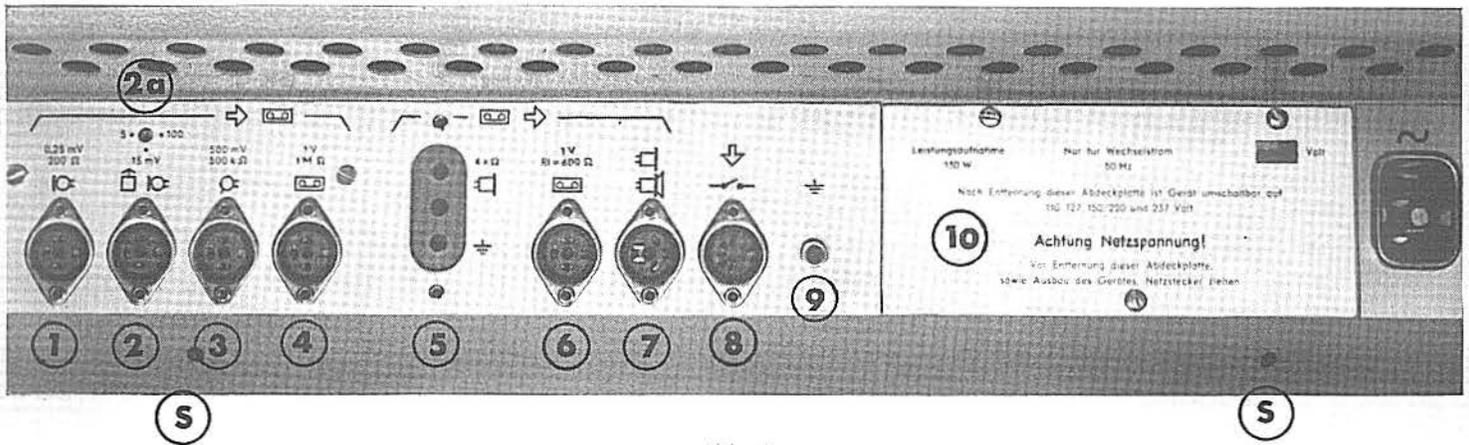

Abb. 4
An der Rückseite des Gerätes sind sämtliche Ein- und Ausgänge auf einem Anschlußfeld (Abb. 4) zusammengefaßt. Sie sind von links nach rechts wie folgt angeordnet:
- Pos. 6 Wiedergabeausgang: Wiedergabespannung ca. 1,2 Volt bei voll ausgesteuerten Bändern. Ausgangswiderstand 600 Ω. Anschluß für Geräte mit einem Eingangswiderstand  $\geq 5 \text{ k}\Omega$ . Dieser Ausgang ist nicht wie der Tonleitungsausgang (Abb. 4, Pos. 2) bei Aufnahme abgetrennt, sondern in allen Betriebsstellungen angeschlossen. Damit hat man die Möglichkeit während der Aufnahme über Band abzuhören oder Bänder zu cuttern, indem man das Band langsam am Hörkopf vorbeibewegt, um die Schnittstelle zu ermitteln.
Auf der Abwickelseite steuert das Tonband über den Fühlhebel (Abb. 2, Pos. 4) die Bremse der Feinfühlautomatik. Dadurch erzielt man auf der ganzen Bandlänge einen gleichmäßigen, vom Wickeldurchmesser unabhängigen Bandzug. Der Kontakt w 3 verbindet den Wiedergabeausgang mit dem Anschluß 3 der Rundfunkbuchse (Abb. 4, Pos. 2).
Es ist allgemein üblich, die Aufnahmetaste durch eine besondere Verriegelung zu sperren, um zu verhindern, daß gute Tonbandaufnahmen versehentlich gelöscht werden. Im M 24 dient die Wiedergabetaste zusätzlich als Sperrtaste, d. h. daß man die Aufnahmetaste nur betätigen kann, wenn gleichzeitig die Wiedergabetaste heruntergedrückt wird. Das hat den Vorteil, daß alle Laufwerkfunktionen, die ja bei Aufnahme und Wiedergabe gleich sind, nur durch die Wiedergabetaste geschaltet zu werden brauchen. Die Aufnahmetaste schließt zusätzlich den Anodenstromkreis des HF-Oszillators über den Kontakt a 3 und den Sprechkopf-Stromkreis über Kontakt a 2. Ferner trennt der Kontakt a 1 die Wiedergabeleitung von der Rundfunkbuchse (Abb. 4, Pos. 2) ab. Von Aufnahme auf Wiedergabe und umgekehrt kann man nur über die Halttaste umschalten.
Schließt man einen Fernsteuerschalter an die Fernbedienungsbuchse (Abb. 4, Pos. 8), so übernimmt dieser bei Aufnahme und Wiedergabe die Funktionen der Schnellstoptaste. Die Fernsteuerung ist nur wirksam, wenn die Schnellstoptaste auf „Stop“ geschaltet ist, d. h. wenn das rote Kontrollämpchen aufleuchtet.
Das M 24 ist mit vier Schrauben an seinem Gehäuse befestigt. Je eine Schraube ist an den beiden seitlichen Laufwerkkannten zugänglich. Die beiden anderen Schrauben (Abb. 4 ⑤) sitzen an der Rückseite unterhalb des Anschlußfeldes. Nach Entfernen dieser vier Schrauben hängt man die beiden mitgelieferten Griffe in die seitlichen Bohrungen der Laufwerkplatte ein und zieht das Gerät an den Griffen aus dem Gehäuse heraus.